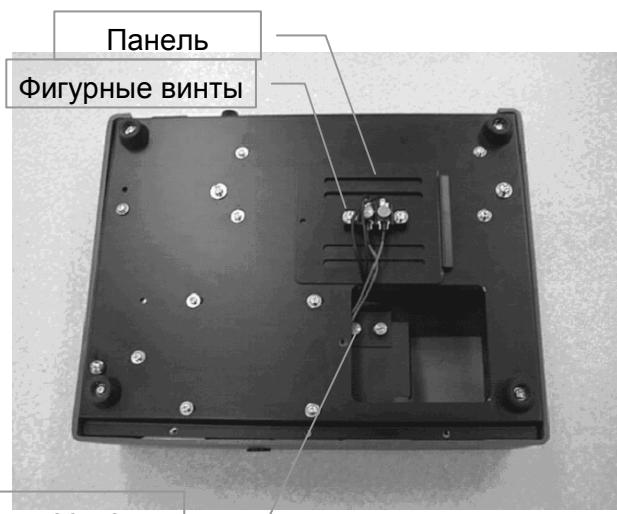

Рис. 10
- (1) Снимите фигурный винт на нижней панели прибора, после этого панель с лампой может быть отсоединенна, как показано на рисунке 9.
- (2) Удалите два фигурных винта, которые фиксируют провода лампы к панели, и отсоедините провода. (Рис.10)
- (3) Удалите 2 конических фигурных винта, показанных на рисунке 10, и выньте лампу, как показано на рисунке 11.
- (4) Надавите головку лампы в сторону разъема и поверните ее по часовой стрелке для смещения позиции выемки шайбы разъема с небольшим выступом лампы, затем выньте ее из разъема.
- (5) Замените лампу и повторите процедуру в обратном порядке.